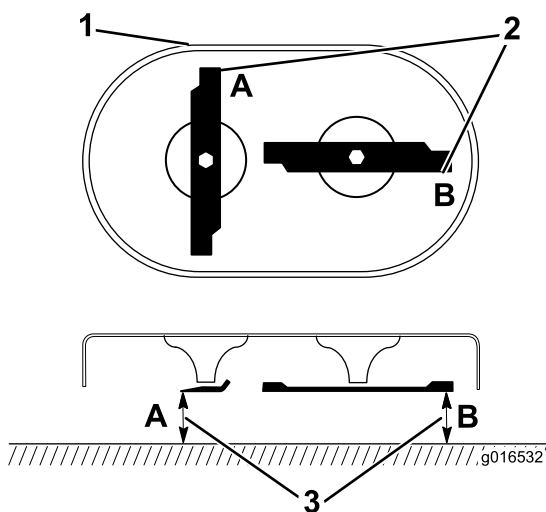

Figura 42
1. Ruotate le lame in modo che siano posizionate come mostrato in Figura 42.
2. Misurate ai punti A e B da una superficie piana fino ai taglienti (Figura 42) e registrate entrambe le dimensioni.